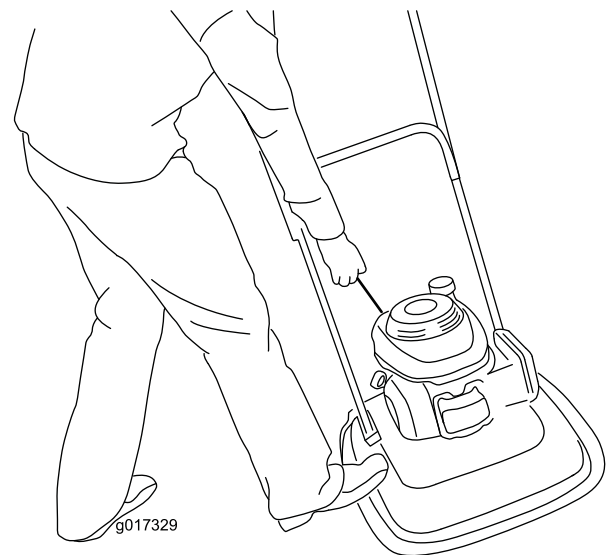

図 13
3. 片足をデッキに載せ、機体を自分側に引き寄せる（図 13）。